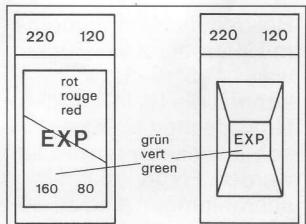

Fig. 8
4.1. Resetknopf (22) drücken. Film transportieren (14) bis Hebel blockiert. Im Film-Messfenster (8) erscheint «exp». Anzeige wechselt von Rot auf Grün (Fig. 8).
4.1. Press reset button (22). Advance the film (14) until the movement locks. «exp» appears in the film metering window (8). Display switches from red to green (fig. 8).
4.1. Presser le bouton de remise à zéro (22). Avancer le film (14) jusqu'à ce que le levier soit bloqué. Dans la fenêtre compteur (8) apparaîtra alors «exp». L'indication passe du rouge au vert (fig. 8).